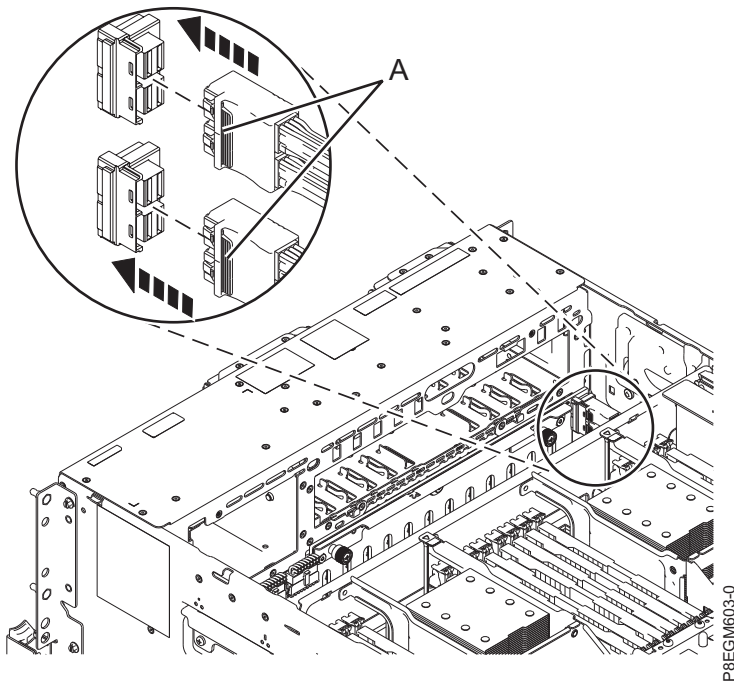

Figure 7. Connexion des câbles SAS au fond de panier de l'unité de disque
16. Connectez les câbles SAS avant (A) aux ports de connecteur du fond de panier de l'unité de disque, comme illustré à la figure 7, à la page 9. Appuyez sur le connecteur jusqu'à ce que vous entendiez un clic.